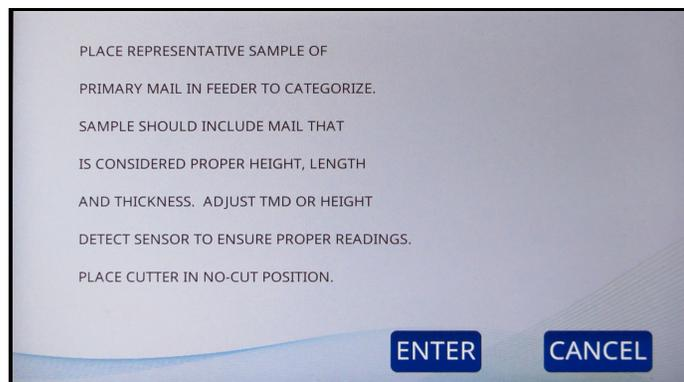

図 6-23 : ソートウィザードのプロンプト
7. 次に、プライマリーメールのサンプルをフィーダーに配置し、TMD と高さセンサーの位置を設定し、カッターを切込みなしの位置に配置するように求められます (図 6-23)。このプライマリーサンプルの処理は、仕訳設定で選択された値をキャプチャします。プライマリーメールのサンプル数は、少なくとも 10 ~ 20 通にする必要があります。